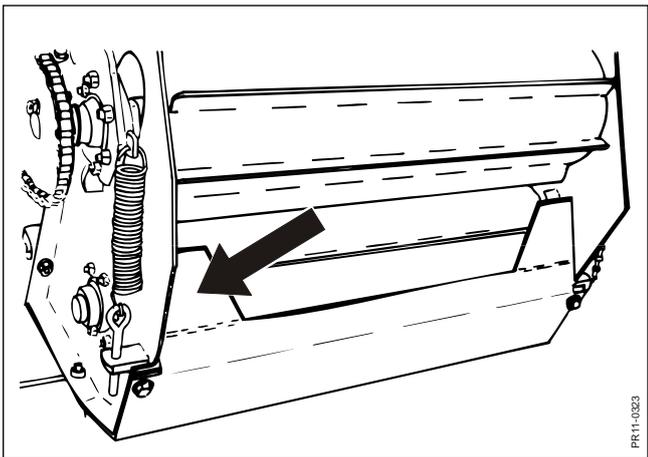

Fig. 3.13
- Fig. 3.13** Monter la plaque de maïs comme le montre la figure. Les "volets" doivent tourner vers le rouleau.